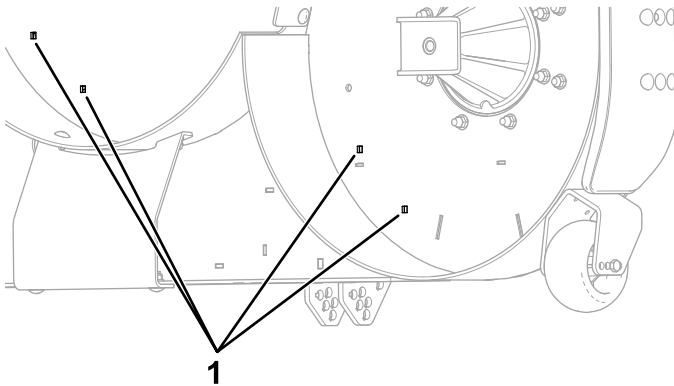

Figura 4
1. Retire los 4 tapones de la carcasa de corte (Figura 4).